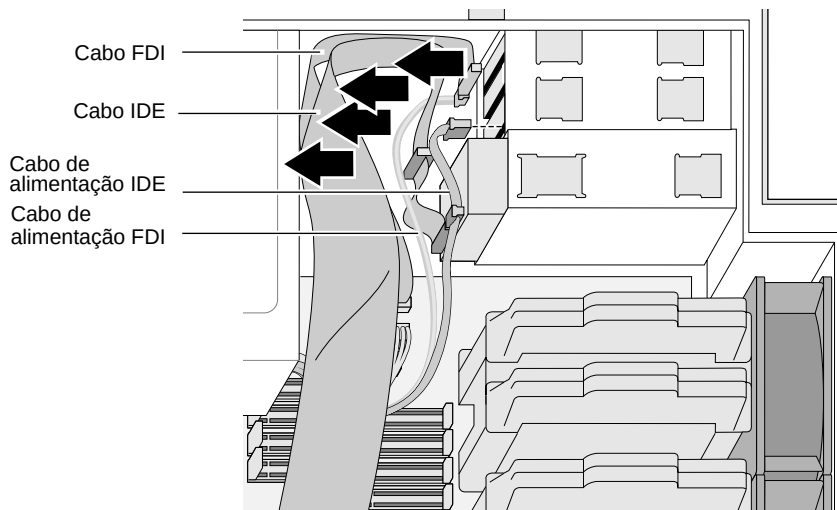

Figura 4-9 Removendo os cabos
5. Desconecte os cabos da parte posterior da(s) unidade(s). Veja a Figura 4-9.